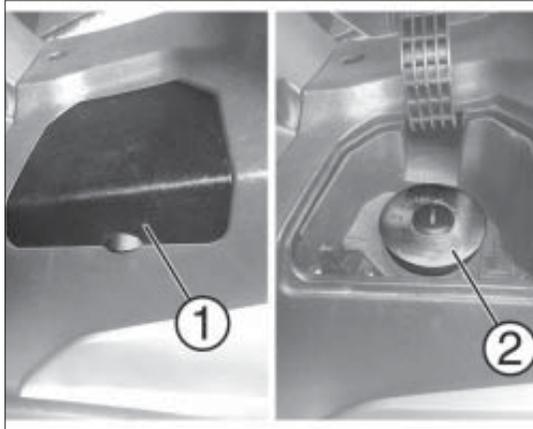

fig. 4
- Abra la portezuela 1 fig. 4;
- Saque el tapón del depósito 2 fig. 4.